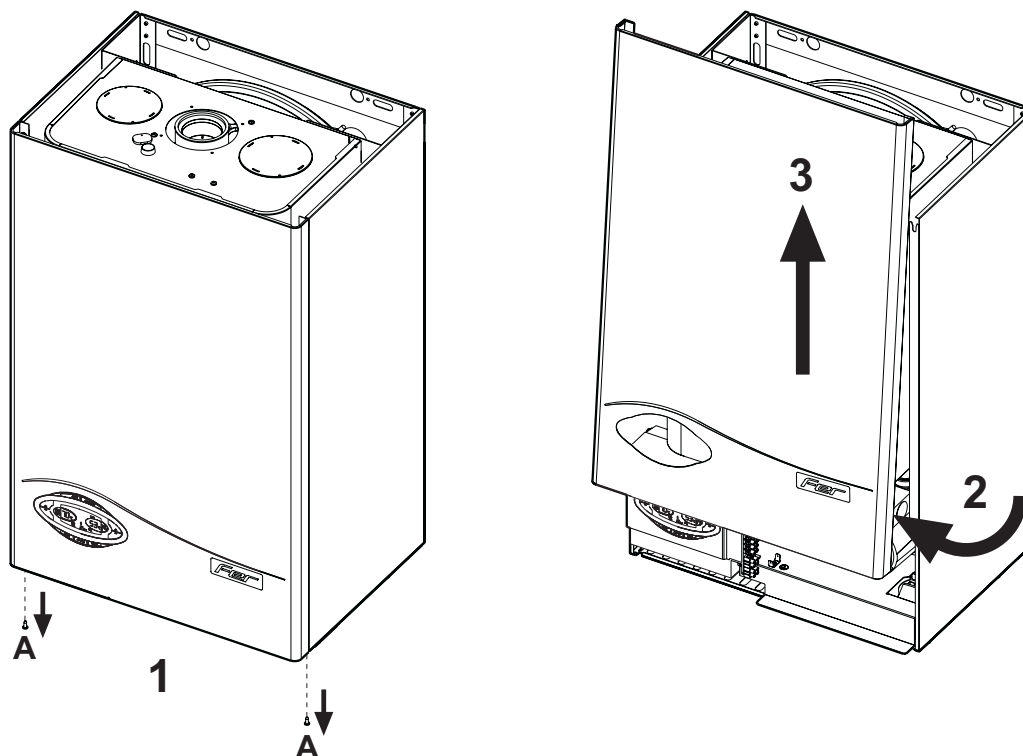

fig. 30 - Apertura mantello
1. Svitare le viti A (vedi fig. 30).
2. Ruotare il mantello (vedi fig. 30).